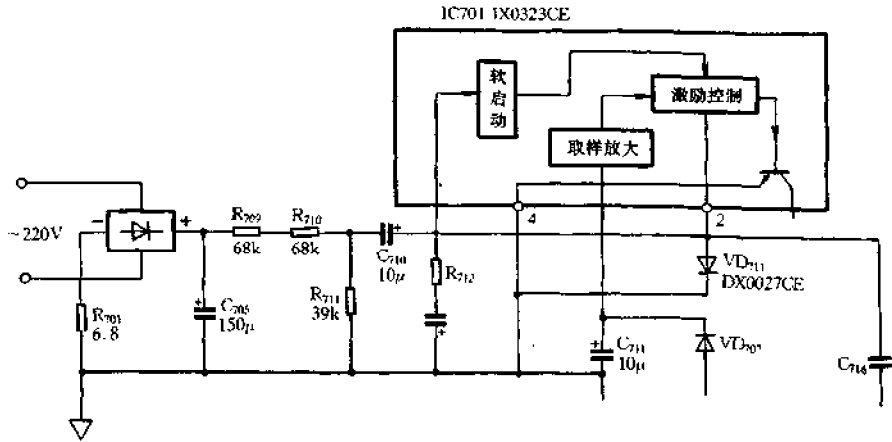

图 4-339 夏普 C 系列彩色电视机开关电源相关电路
在夏普系列彩色电视机中较为常见。图 4-339 是夏普 C 系列彩色电视机开关电源相关电路。在该电路中,  $VD_{711}$  (DX0027CE 或 SV-03) 就是一只变阻二极管, 主要起限幅保护作用。当电源厚膜集成电路 IC701 (IX0323CE) 的②、④脚间的激励电压因故明显增大, 超过规定值时,  $VD_{711}$  导通, 将 IC701②脚输入的激励电流予以分流, 从而保护 IC701 不被损坏。